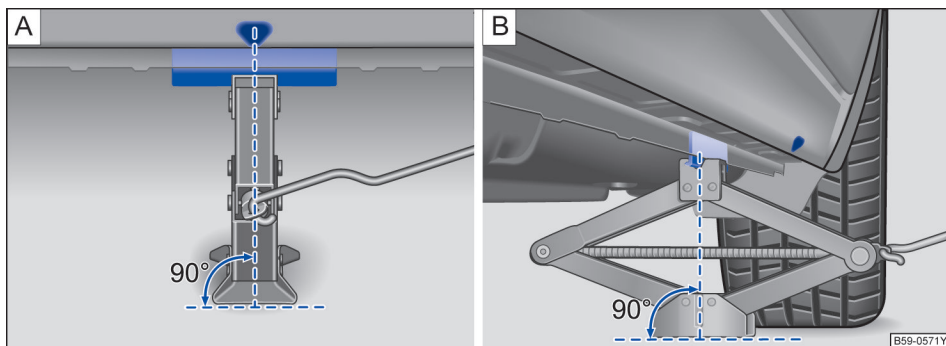
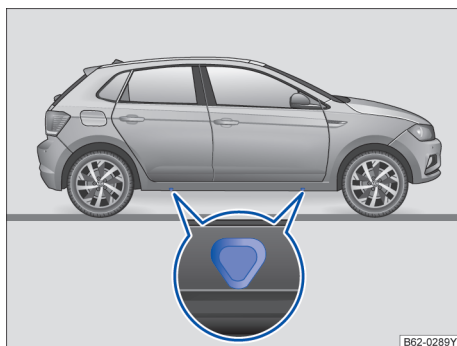

图 155 将千斤顶放在汽车左后侧
图 156 汽车千斤顶的支撑点
汽车千斤顶只允许放置在图示支撑点（车身上的标记）处→图 155 或 →图 156。在每个车轮旁都有相应的支撑点 →▲。
- ✓ 在车身底部下方找到离更换的车轮侧的千斤顶支撑点→图 155。